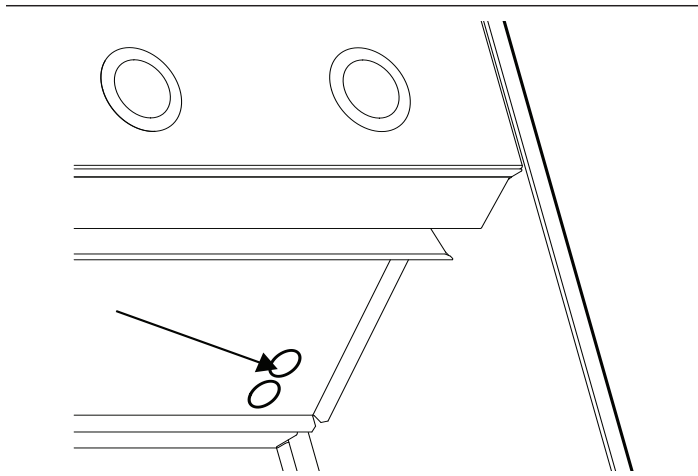

Figura 18: Enrutamiento de cables a través de la división
- d) Pase el arnés a través del orificio de la división principal (*Figura 18*).